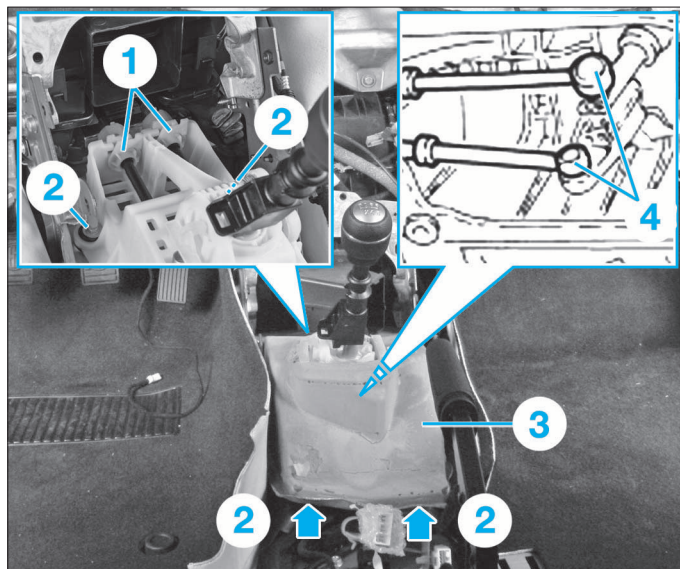

FIG. 6
- Dégager les agrafes (1) (Fig.6)
- Déposer la mousse (3) et les vis (2).
- Soulever le boîtier de levier de vitesses suffisamment pour décrocher les rotules (4) des câbles de commande et de sélection du mécanisme de levier de vitesses.